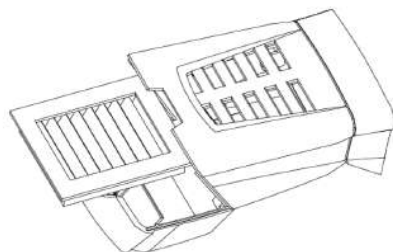

Рис. 5
3. Извлеките фильтрующий элемент, как показано на Рис. 5.